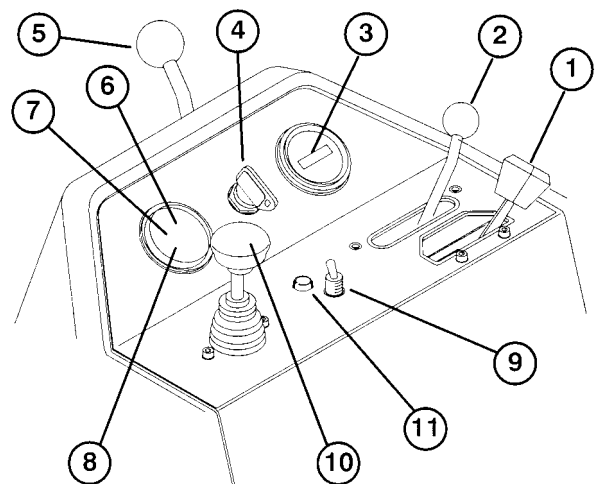

Bild 9
**Choke** (Bild 9)—Beim Anlassen eines kalten Motors, den Chokehebel vorwärts stellen. Wenn der Motor angesprungen ist, den Choke so regeln, daß der Motor ruhig läuft. Den Chokehebel so bald wie möglich zurückziehen.
**Schalthebel** (Bild 9)—Vermittelt zwei (2) Antriebsmöglichkeiten sowie "NEUTRAL" [Leerlauf]. Es ist zulässig, von Mähen auf Transport oder Transport auf Mähen umzuschalten (nicht auf Neutral), während sich der Greensmaster 3200 bewegt. Daraus folgt kein Systemschaden.
**Betriebsstundenzähler** (Bild 9)—Zeigt die Betriebsstunden an, die von der Maschine absolviert wurden. Der Betriebsstundenzähler läuft, sobald die Zündung auf EIN gestellt wird.
**Zündschloß** (Bild 9)—Den Schlüssel in das Schloß stecken und soweit wie möglich nach rechts auf START drehen, um den Motor anzulassen. Sobald der Motor anspringt, den Schlüssel wieder loslassen; dieser geht dann automatisch auf EIN zurück. Den Schlüssel im Gegenuhrzeigersinn auf AUS drehen, um den Motor abzustellen.
**Wassertemperaturleuchte** (Bild 9)—Diese Lampe leuchtet auf und der Motor stellt sich automatisch ab, wenn die Kühlmitteltemperatur zu hoch geht.
**Übersteuerungstaste –Temperatur-hoch-Abstellung** (Bild 9)—Wenn sich der Motor infolge zu hoher Temperatur abstellt, ist die Übersteuerungstaste eingedrückt zu halten, bis die Maschine an einen sicheren Ort gebracht werden kann, wo sie sich abkühlen kann.
**Transportschalter**—2 Stellungen (Bild 9) - Wenn der Schalter vorwärts gestellt wird, läuft der Motor auf maximaler Drehzahl (2800 U/min). Wenn der Schalter nach hinten gestellt wird, läuft der Motor für ruhigeren Lauf auf einer niedrigeren Drehzahl (2300 U/min).
**Batteriewarnleuchte** (Bild 9)—Diese Lampe leuchtet bei unzufriedenstellendem Ladezustand der Batterie auf.
**Öldruckleuchte** (Bild 9)—Diese Lampe leuchtet auf, wenn der Motoröldruck unter das sichere Niveau fällt.
**Anheben/Absenken/Mähen-Schalthebel** (Bild 9)—Bewegen dieses Schalthebels nach vorne während des Betriebs senkt die Schnittwerke ab und führt zum Drehen der Spindeln. Den Schalthebel nach hinten ziehen, um die Spindeln zum Stillstand zu bringen und die Schnittwerke anzuheben. Während des Betriebs können die Spindeln abgestellt werden, indem der Schalthebel kurz rückwärts gezogen und dann wieder losgelassen wird. Die Spindeln durch Vorwärtsschieben des Schalthebels wieder zuschalten.